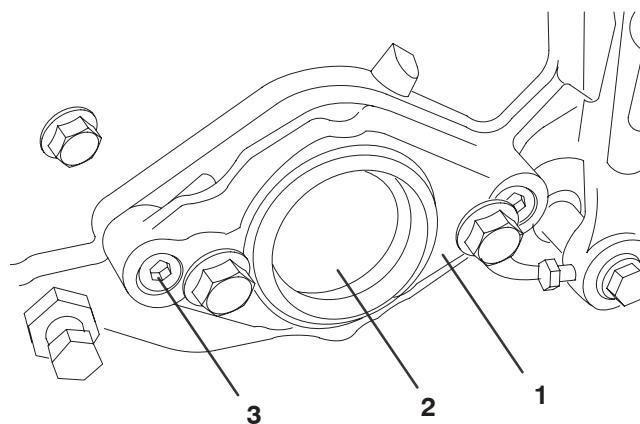

Figure 15
- À l'extrémité droite du plateau de coupe, retirez l'obturateur en plastique du logement des roulements (Fig. 15).
- Retirez les 2 vis Allen qui fixent le support du moteur sur l'extrémité droite du plateau de coupe. Déposez le support du moteur (Fig. 15).